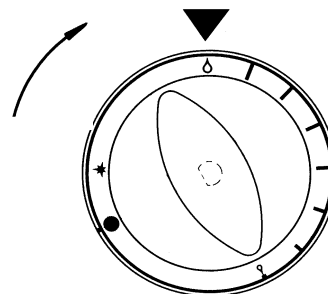

Abb. 4
- **Austausch der Düse des Backofenbrenners** 7 kW– (Abb.4): die Backofentür öffnen, die Sohle (4) herausnehmen, die Düse (17) austauschen. Die Luftreglerbüchse laut (21) Angabe in der Tabelle Technische Daten je nach Gasart auf Wert A =..... einstellen (Abb.6) mit Schrauben zu festmachen (22).
- **Austausch der Düse des Backofenbrenners** 12 kW– (Abb.4 A): die Backofentür öffnen, die Sohle (4), Abdecken den Schutz der verbrennungsraum (35) herausnehmen, die Düse (17) austauschen. Die Luftreglerbüchse laut (21) Angabe in der Tabelle Technische Daten je nach Gasart auf Wert A =..... einstellen (Abb.6) mit Schrauben zu festmachen (22).
Zum Ausschalten des Hauptbrenners den Drehschalter bis zur Position drehen, ohne den Schalter dabei einzudrücken (Abb. 4). Nun den Drehschalter eindrücken und auf das Symbol „ZÜNBRENNER“ * drehen. Zum kompletten Ausschalten den Drehschalter wieder eindrücken und bis zum Anschlag weiterdrehen.